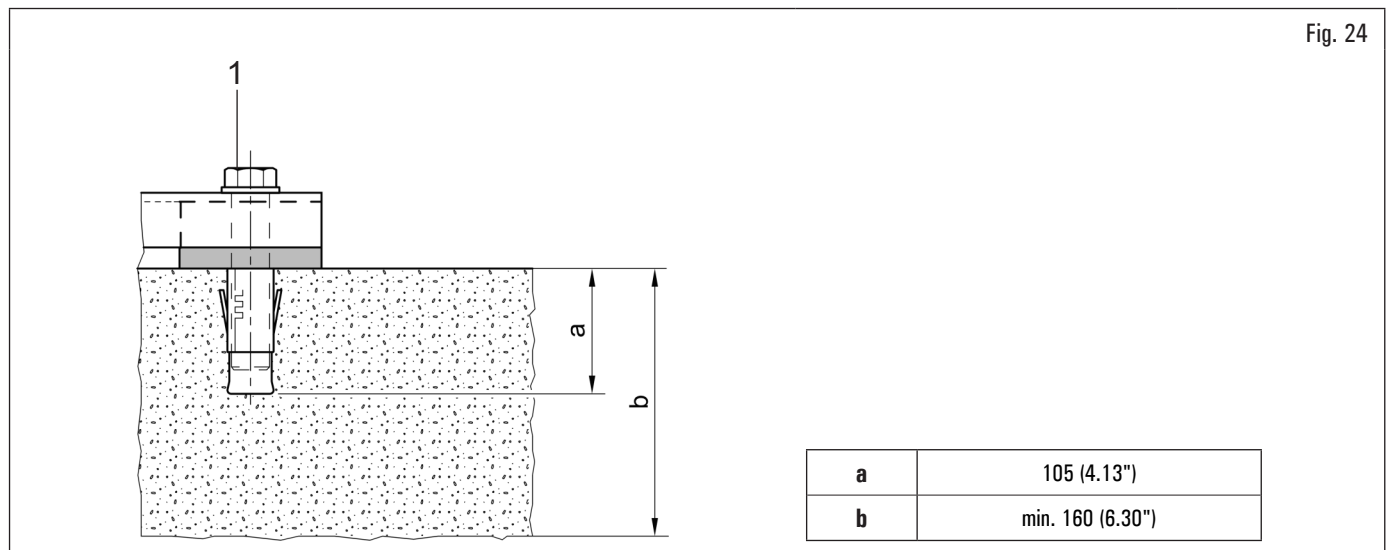

Fig. 24
L'apparecchiatura imballata è fissata al pallet di supporto per mezzo di fori sul telaio indicati in Fig. 24. Tali fori devono essere utilizzati anche per il fissaggio della stessa al pavimento, utilizzando ancoranti per calcestruzzo idonei (non inclusi). Prima del fissaggio al calcestruzzo, controllare che tutti i punti di ancoraggio siano in piano, livellati e in contatto con il pavimento. Se così non fosse, spessorare tra l'apparecchiatura e il pavimento, come indicato in Fig. 24.
- Per il fissaggio dell'apparecchiatura a terra, utilizzare bulloni e perni di ancoraggio (Fig. 24 rif. 1) aventi un gambo filettato M8 (UNC 5/16) di tipo adatto al pavimento sul quale verrà fissato lo smontagomme e in numero pari al numero dei fori di montaggio sul telaio di fondo;